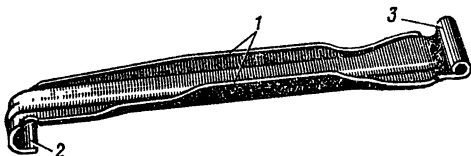

Рис. 32. Толкатель щитка:
17. Толкатель щитка (рис. 32) крепится скобой за петлю и загибом к левой стенке ствольной коробки и служит для открывания щитка при отходе затворной рамы в заднее положение. Он имеет ребра со скосами для взаимодействия с затворной рамой и загиб на переднем конце для открывания щитка.